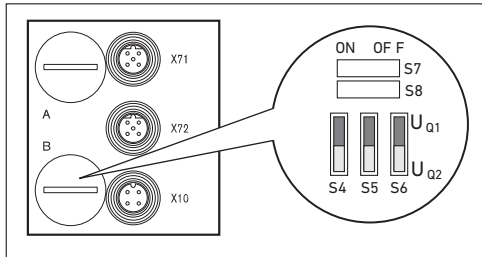

Abb. 9: Schalter S4, S5, S6 für die Zuordnung der Ventilversorgungsspannungen (UQ1, UQ2)
Die Schalter S4, S5 und S6 für die Zuordnung der Ventilversorgung befinden sich unter der PG-Verschraubung **B** (siehe Abbildung 9). Jedem Schalter sind zugeordnet:
1. Öffnen Sie die untere Schraubkappe **B** (siehe Abbildung 9 auf Seite 34).
2. Ordnen Sie mit Hilfe der Schalter S4, S5 und S6 jeder Ventilgruppe eine der beiden Versorgungsspannungen Uq1 oder Uq2 zu (siehe Abbildung 9 auf Seite 34 und Abbildung 10 auf Seite 40).